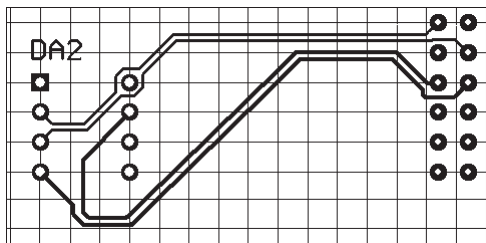

Рис. 6.37. Пример разводки дифференциальных пар
3. Навести курсор на один из контактов компонента, с которого начинается трассировка дифференциальной пары, и щелчком левой кнопки мыши дать старт прокладке трассы. Программа сводит проводники дифференциальной пары до расстояния, определенного в правилах, и далее ведет оба проводника параллельльно (рис. 6.37).